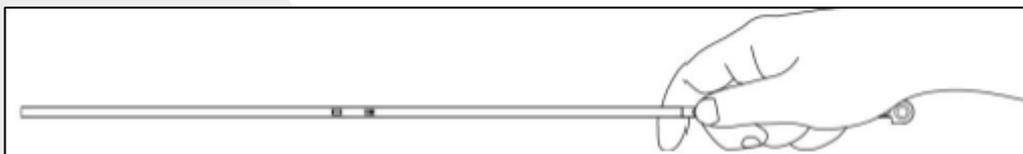

Figura 1 - Imagem ilustrativa mostrando a forma correta de segurar o cartucho de cliques
- Rasgue o envelope, segure a região com os furos circulares atrás do cartucho de cliques e retire-o da bolsa, como mostra a Figura 1.